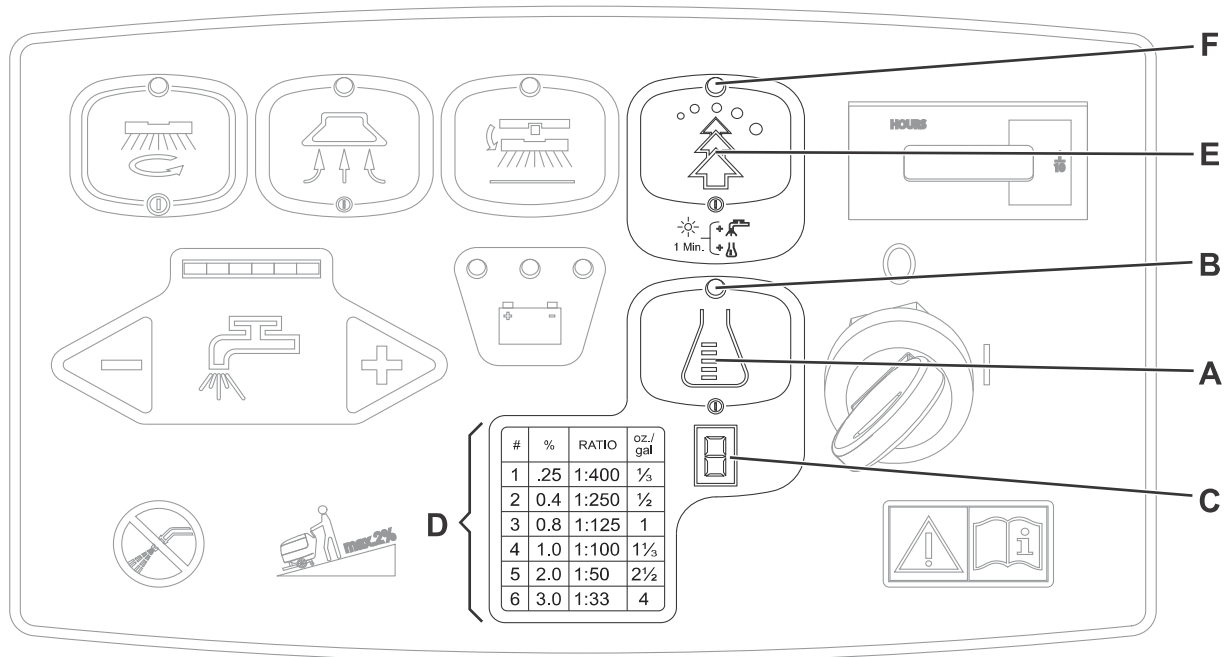

Abbildung 5
Zum Einschalten der Anlage für die Zumischung von Reinigungsmittel zum Waschwasser Einstellschalter des Reinigungsmittelanteils (A, Abb. 5) betätigen: Leuchtet die LED (B), wird dem Waschwasser Reinigungsmittel zugefügt. Die Anzeige (C) gibt die Reinigungsmittelkonzentration (von 1 bis 6) in der Reinigungslösung an: Für die entsprechenden Prozentwerte siehe Tabelle (D).
Schalter EcoFlex™ (E, Abb. 5) immer betätigen, wenn kurzfristig eine größere Reinigungskraft benötigt wird.